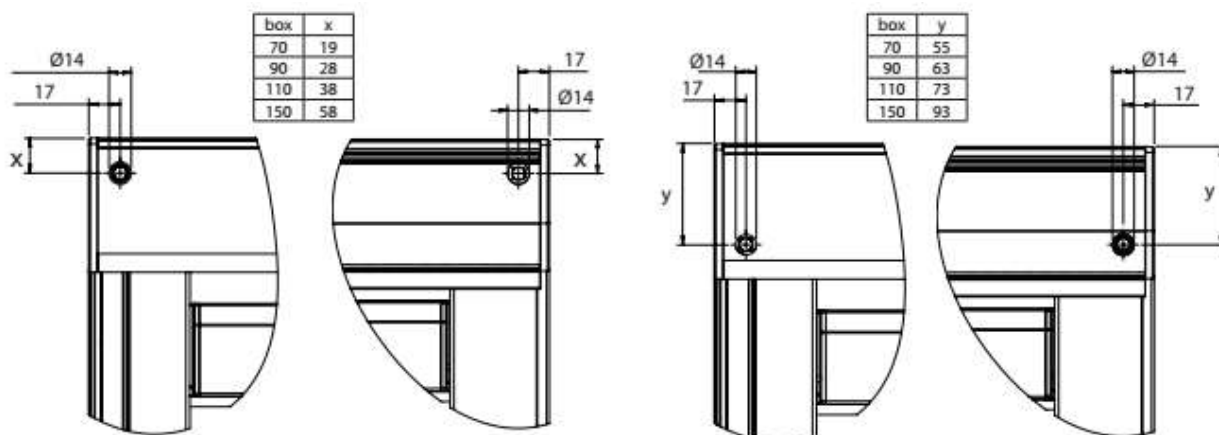

Abb. 2
- Für Kurbelbedienung wird ein Bohrer Ø 14 mm verwendet, siehe hierzu Abb. 2, Seite 3.